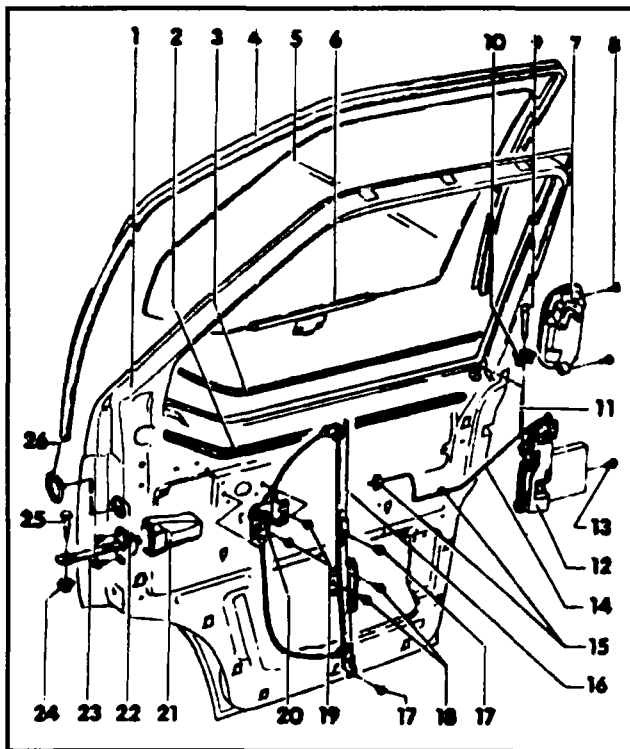

Рис. 10.22 Устройство передней двери
◆ Отсоедините ограничитель (22, рис.10.22) от двери, для этого отверните гайку (24) и выньте ось (25).